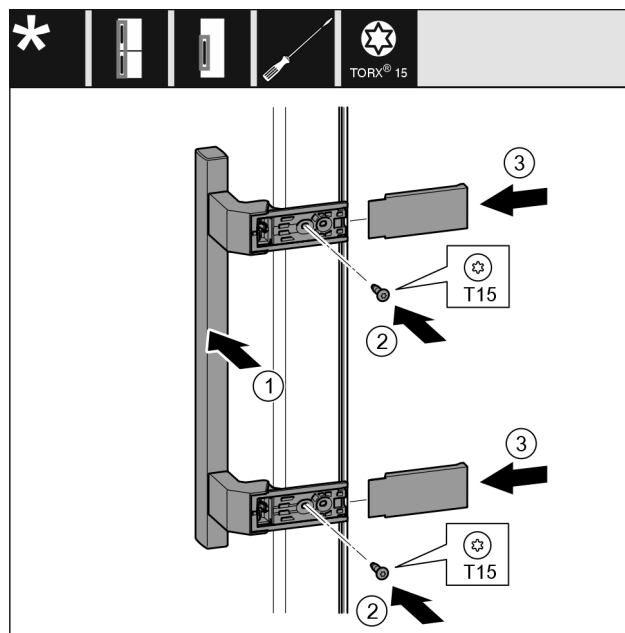

Fig. 43
- 将把手 Fig. 43 (1)放到反面。
- 将螺钉 Fig. 43 (2)用螺丝刀拧紧。
- 将盖板 Fig. 43 (3)放置到侧面并插入。